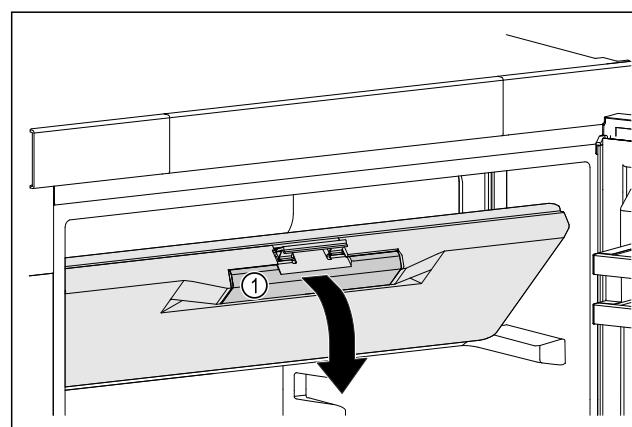

Fig. 43
- Хванете вратата на фризерното отделение за вдлъбнатия захват Fig. 43 (1).